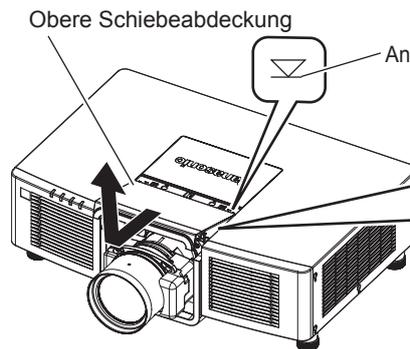

Abb. 2
- 2) **Entfernen Sie die obere Schiebeabdeckung. (Abb. 2)**
- 7) **Bringen Sie die obere Schiebeabdeckung an. (Abb. 2)**
- 5) **Bringen Sie die obere Schiebeabdeckung an. (Abb. 2)**